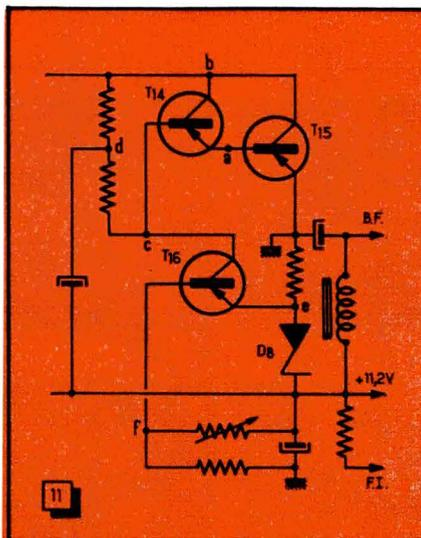
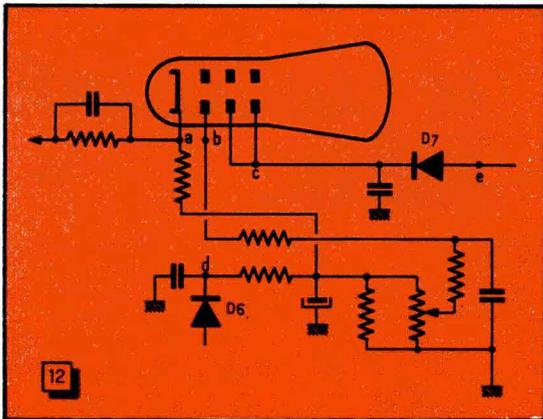

FIG. 11. — Schéma « récapitulatif » de l'alimentation stabilisée, avec l'indication des points pour la mesure des tensions.
FIG. 12. — Le tube-images et ses circuits d'alimentation à partir des impulsions lignes.
Ils comprennent d'une part l'alimentation stabilisée à trois transistors (fig. 11) et d'autre part tout le système permettant d'obtenir la tension de quelque 90 V, par la diode D_6 , et celle de 330 V, par la diode D_7 (fig. 12).
Pour le schéma de la figure 11 on doit trouver des tensions suivantes, aux différents points indiqués (par rapport à la masse) :
(33) au point c, toujours à 20 μ s/cm, avec 0,6 V c. à c. ;
(34) au point b, à 5 ms/cm, avec 1,2 V c. à c.
En ce qui concerne la figure 12, les tensions normales sont de 75 V en a, de 30 V en b (écran normalement lumineux), de 330 V en c et de 92 V en d. D'autre part, on peut également y relever des oscillogrammes tels que (35) en e, à 20 μ s/cm et avec 350 V c. à c., ou (36) en b, à 2 ms/cm et avec 38 V c. à c.